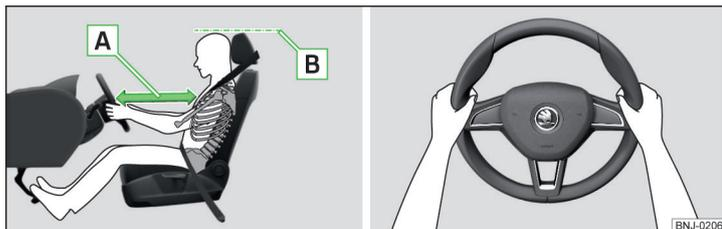

Fig. 2 Position assise correcte du conducteur/Bonne position du volant
- ✓ Ajustez le volant de façon à ce que la distance entre le volant et le buste soit de 25 cm au moins » [fig. 2 - \[A\]](#).
- ✓ Réglez l'appuie-tête de façon à ce que le bord supérieur de l'appuie-tête se trouve au moins à la hauteur de la partie supérieure de votre tête » [fig. 2 - \[B\]](#) (ne concerne pas les sièges avec des appuie-têtes intégrés).
- Pendant la conduite, maintenez le volant latéralement des deux mains sur le bord extérieur dans les positions « 9 » et « 3 » heures » fig. 2. Ne jamais tenir le volant en position « midi » ou de toute autre manière (par exemple au milieu du volant ou sur la partie interne). Autrement, il existe un risque de blessures graves aux bras, aux mains et à la tête en cas de déclenchement de l'airbag.
- ✓ Réglez l'appui-tête de façon à ce que le bord supérieur de l'appui-tête se trouve au moins à la hauteur de la partie supérieure de votre tête » fig. 2 à la page 11 - **B** (ne concerne pas les sièges avec des appui-têtes intégrés).
- ✓ Réglez l'appui-tête de façon à ce que le bord supérieur de l'appui-tête se trouve le plus possible à la hauteur de la partie supérieure de la tête » fig. 2 à la page 11 - **B**.